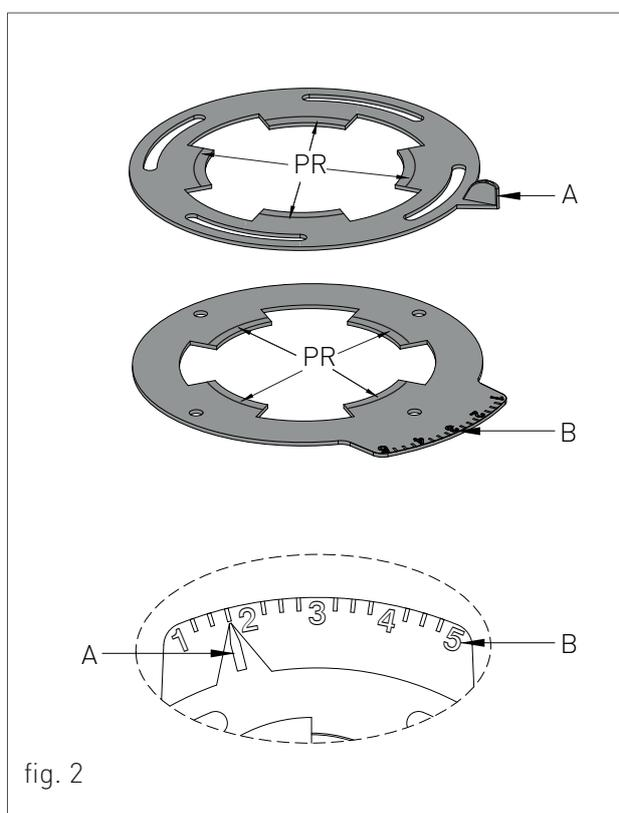

fig. 2
Para efectuar la regulación de los diafragmas proceder del siguiente modo (ver fig.2):
- › Si se indicase: 'sin premarcados', será necesario eliminar todos los premarcados (PR-fig.2) presentes en los diafragmas.
- › Desplazar el índice de referencia (A-fig.2) deslizando en el índice graduado (B-fig.2) según la regulación a efectuar;